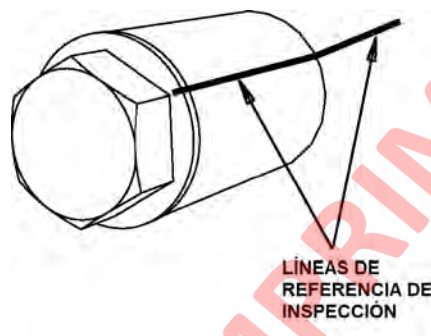

FIGURA 2-10. TRAZADO DE LAS LÍNEAS DE REFERENCIA
20. Dibuje otras líneas de referencia a lo largo del tornillo, de la tuerca y del bastidor en la parte trasera de la unión, como se indica en la Figura 2-8. Para los cuatro tornillos con espaciadores, consulte la Figura 2-10. Estas líneas de referencia se usarán para verificar que los tornillos mantengan su torque.
Si las líneas de referencia en los elementos (Figura 2-8 y Figura 2-10) se mantienen alineadas, el camión podrá seguir funcionando.